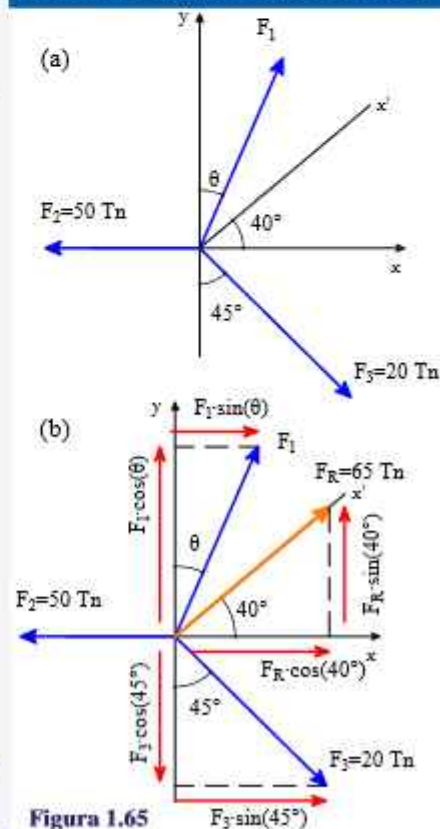

Figura 1.65
Paso ①: Descomposición de las fuerzas en sus componentes x e y , según la figura 1.65 (b).